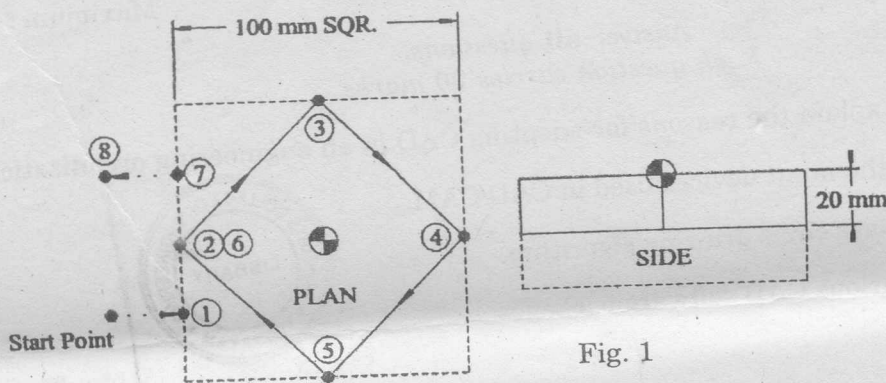

Fig. 1
- (d) Write the CNC program for the work-part shown in Fig. 1.